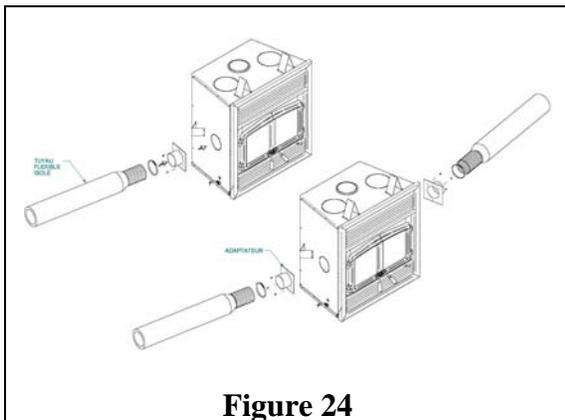

Figure 24
- A) Désobturez les bouches à l'arrière et sur les côtés du foyer et coupez l'isolant autour des trous. Fixez les adaptateurs en place à l'aide de vis. On peut utiliser plus d'une sortie du foyer (figure 24);